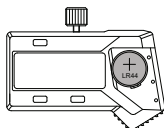

fig.2
---Inserire la batteria LR44 nel vano batteria, il lato positivo della batteria (+) deve essere rivolto verso l'esterno (fig.2)